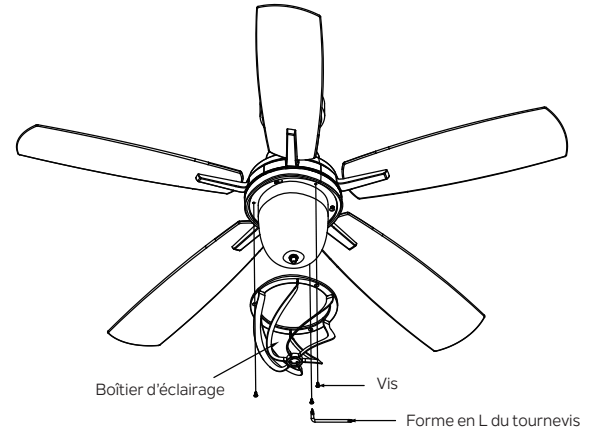

Fig. 24
Étape 5. Fixez le boîtier d'éclairage au kit d'éclairage, alignez-le avec trois (3) trous ronds, serrez avec trois (3) vis à l'aide du tournevis en forme de L inclus. (Fig. 24)